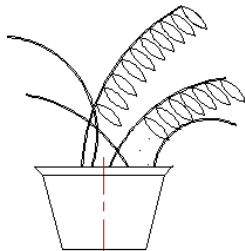

图 17.7.18 复制圆弧 1
Step16. 选择下拉菜单 **修改(M)** \rightarrow **复制(C)** 命令，选取 Step14 与 Step15 中创建的两段圆弧为要复制的元素，选取图 17.7.17 所示的点 A 为基点，将其复制到图 17.7.18 所示的位置处。